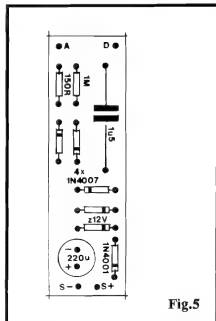

Fig.5
- FIG. 5 - "CHAPEADO" DA MONTAGEM - MÓDULO "A" - A placa do módulo A, vista agora pela sua face não cobreada, traz claramente as informações dos componentes estilizados, com seus códigos, valores, polaridades, etc., de modo muito fácil de seguir... Lembrar que todos os diodos (inclusive o *zener*...) são **polarizados**, e que assim a orientação de suas extremidades de **catodo**, marcadas pelas faixas ou anéis, deve ser rigorosamente respeitada... Atenção também à polaridade dos terminais do